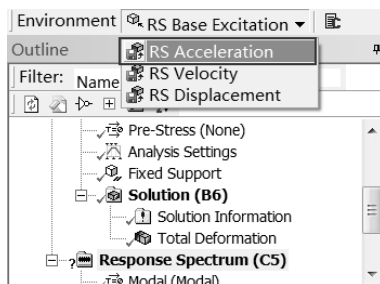

图 8-29 添加激励
Step2：选择 Environment 工具栏中的 RS Base Excitation（基础激励响应分析） RS Acceleration（加速度谱激励）命令，如图 8-29 所示，此时在分析树中会出现 RS Acceleration 选项。